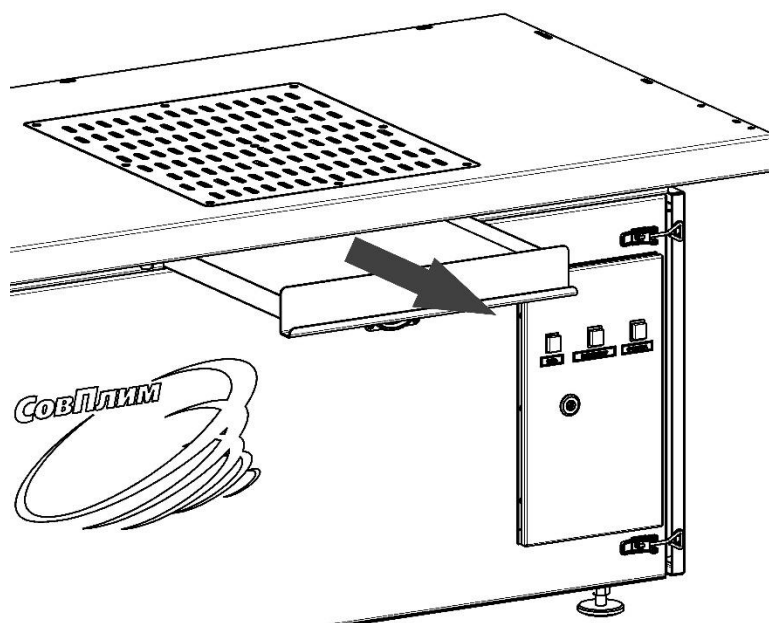

Рисунок 9
6.8.1 Окалина и крупные частицы пыли, прошедшие через колосниковую решётку, скапливается в поддоне для сбора окалины. Рекомендуется очищать поддон в конце каждой рабочей смены (рисунок 9).